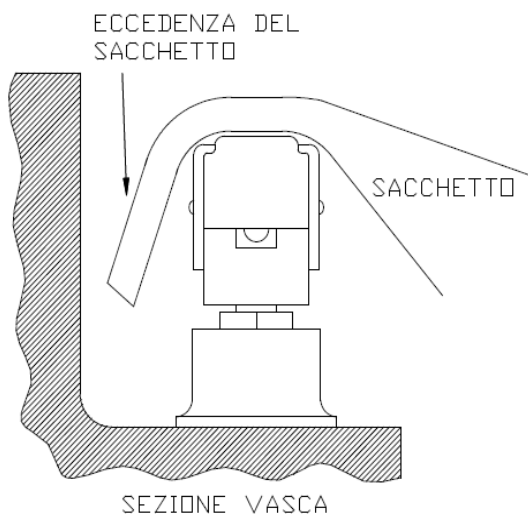

Figura 6.1. Posizionamento del sacchetto.
4. Porre il sacchetto (i sacchetti) all'interno della camera di vuoto appoggiando la bocca dello stesso sulla barra saldante in modo perfettamente piano. Qualora il sacchetto avesse parecchia eccedenza, è d'obbligo che questo venga inserito nella fessura esistente tra la vasca e la barra saldante (Figura 6.1).